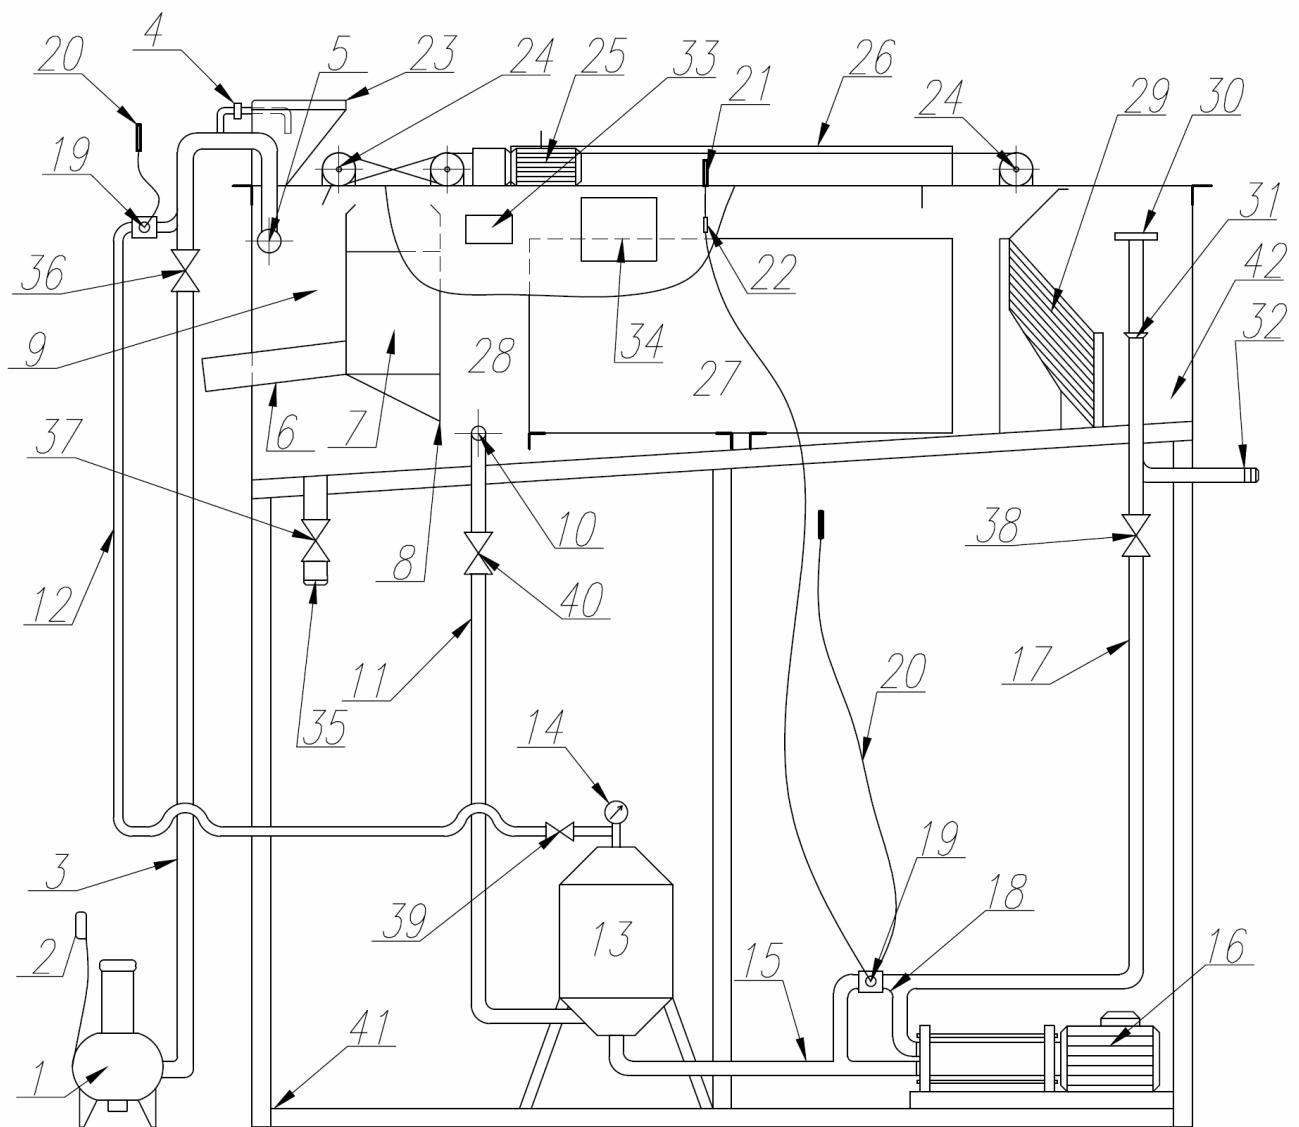

Рисунок 1. Флотатор ФЛГ – 4М.
4. Устройство и принцип работы флотатора (см. Рисунок 1)
5.5. Подключение насосного агрегата через пульт управления (20) к сети ~380 В должно осуществляться согласно требованиям технической эксплуатации электроустановок потребителем.
6. Подготовка к работе и порядок работы (см. Рисунок 1)